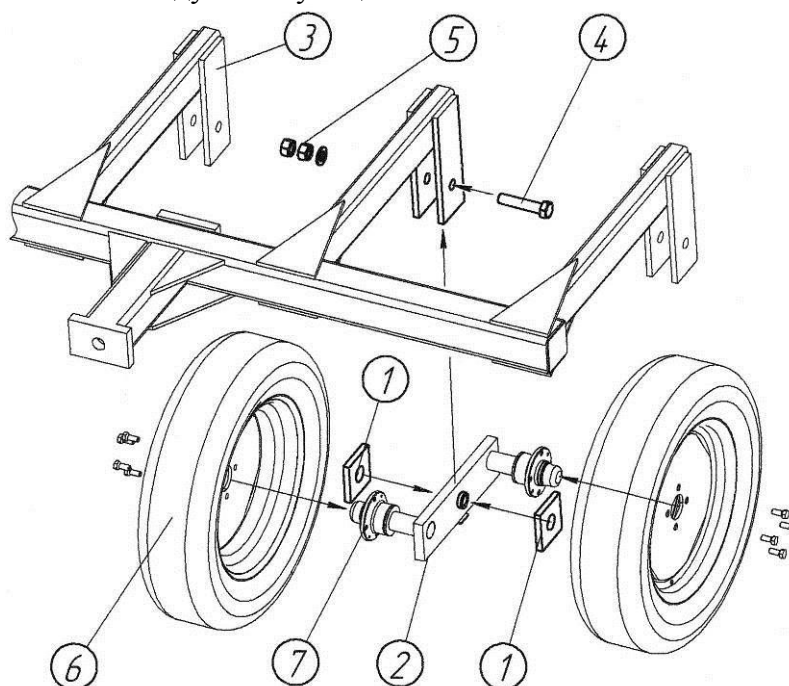

Рис. 4.2.1. Установка балансира и прикатывающих колес
4.2.1. Установите балансир 2 (рис. 4.2.1) на подвеску 3, подложив с каждой стороны пластмассовую прокладку 1.